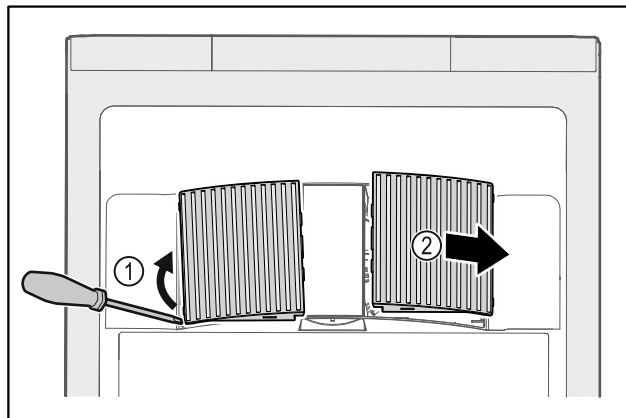

Fig. 150
- ▶ Óvatosan feszegesse le a ventilátor burkolatait oldalról Fig. 150 (1), és emelje le őket előrefelé Fig. 150 (2).